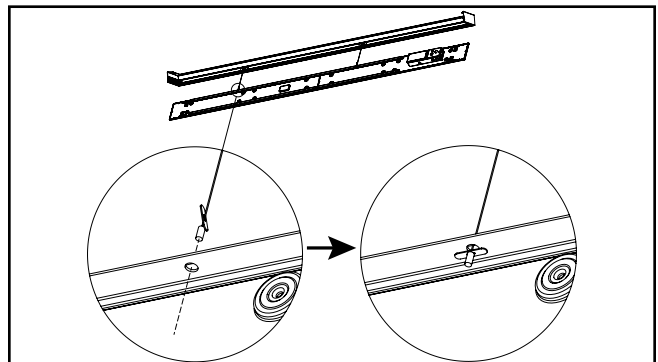

Figura 8.
- A8. Cuelgue la luminaria de las 2 correas insertando la palanca a través de la segunda desde los orificios más externos en uno de los rieles en T en la parte posterior de la luminaria. (Figura 8.)